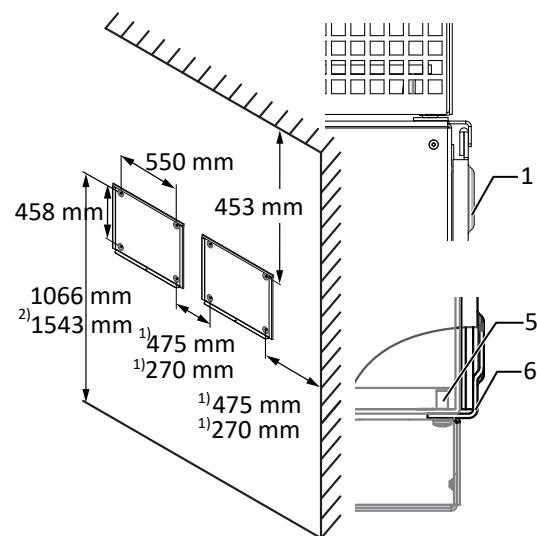

Abb. 11: Wandmontage
- Mindestabstände bei der Montage: [Siehe Abbildung 11] [▶ Seite 47]
2 Gerät über den Winkel zur Aufhängung in die obere Halterung einführen. Gerät vollständig auf den unteren Winkel aufsetzen, sodass Gerät bündig mit der Rückseite an der Halterung anliegt ([Siehe Abbildung 11] [▶ Seite 47]).